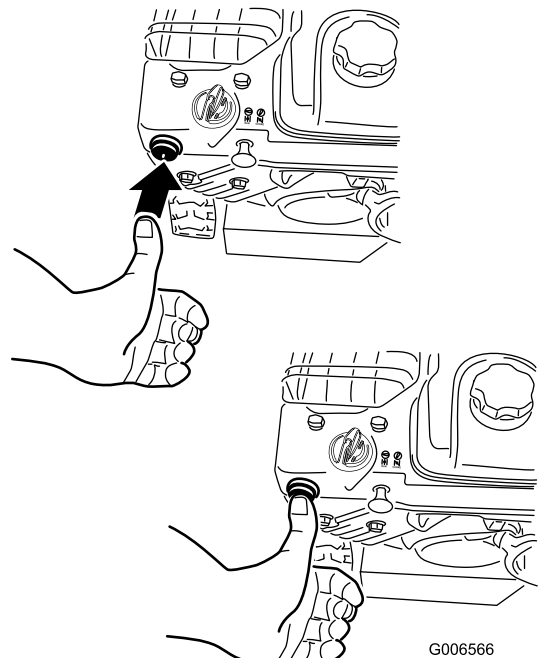

Bild 27
4. Drücken Sie die Kaltstarthilfe zweimal kräftig mit dem Daumen (-9°C oder höher) oder vier Mal (unter -9°C) und lassen Sie die Kaltstarthilfe jedesmal nach einer Sekunde los (Bild 27).